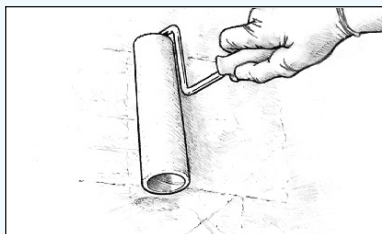

Figure 30 Passer le rouleau légèrement et de façon aléatoire sur une petite surface. Étaler l'époxy en une mince couche uniforme.
4. Passez le rouleau légèrement et de façon aléatoire sur une surface d'environ 600 x 600 mm pour transférer l'époxy uniformément sur la surface (Figure 30).